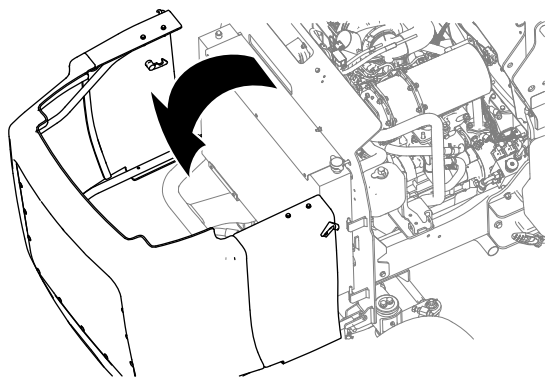

Figura 64
5. Sbloccate e aprite il cofano (Figura 64).